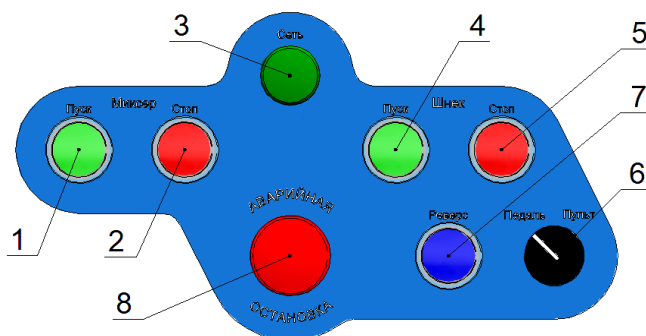

Рис. 2 Пульт управления
4.2. Управление работой мясорубки электрической осуществляется с панели управления (см. рис. 2).
Нажатием кнопки 4 рис.2 - «Пуск» шнека на мясорубке, включите вращение подающего шнека. Нажатием кнопки 1 рис.2 - «Пуск» миксера, включите вращение миксера в бункере.